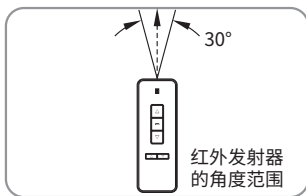

图11
2. 发射器有效角度: 以发射管轴心方向 30° 内, 如图11;